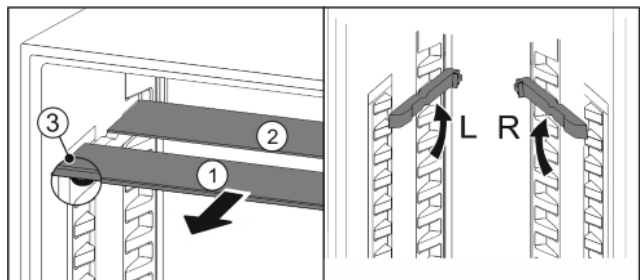

Fig. 23
- Посуньте Fig. 23 (1) скляну панель вперед.
- ▷ Скляна панель Fig. 23 (1) зі стопорами лежить спереду.
- ▷ Стопори показують вниз Fig. 23 (3).